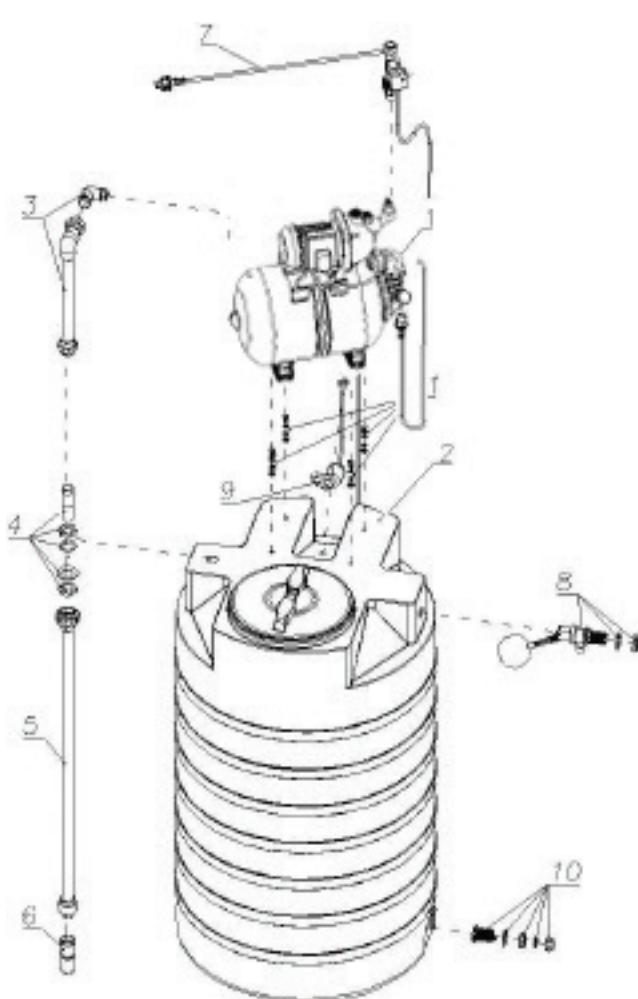

Рис. 3
Комплект крепежных элементов для соединения АНС с баком (поз11 рис.3) - 1 компл.
4. СБОРКА ОБОРУДОВАНИЯ (рисунок 3)
Из бака объемом 500 л (поз.2 рис.3) выкручивается верхняя резьбовая крышка горловины. АНС (поз.1) устанавливается на верхнюю площадку бака и закрепляется на ней с помощью крепежных элементов. В комплект крепежа (поз.11) входит: болт M8x30 – 4 шт; гайка M8 – 4 шт; шайба 8 – 8 шт; шайба пружинная 8 - 4 шт. Установка крепежа осуществляется через резьбовую горловину бака, как и последующие операции сборки.